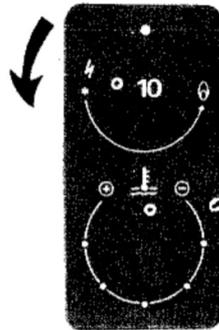

Fig. 17
2) Tournez le bouton (10) dans le sens de la flèche. Le déclic en face du repère \curvearrowright (allumage piezo) provoque l'étincelle d'allumage de la veilleuse (fig. 17).